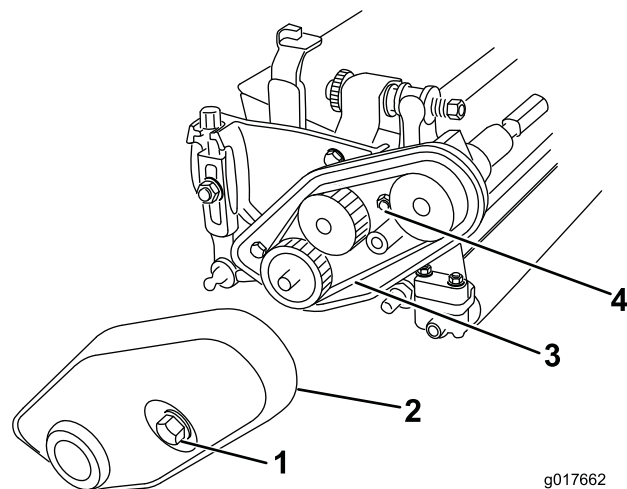

Figura 6
1. Allentate il bullone prigioniero che fissa il copricinghia all'apparato di taglio finché non riuscite a rimuovere il copricinghia (Figura 6).